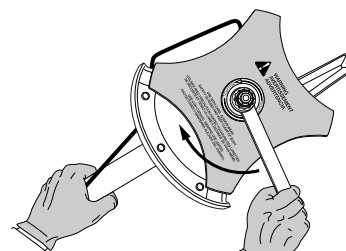

Fig. 13
- Maintenez la tige de blocage en place en la saisissant près du bras de l'appareil (Fig. 13).
- Tenez la tige de blocage et desserrez l'écrou de la lame en le tournant à droite avec une clé fermée ou à douille de 13 mm (Fig. 13).